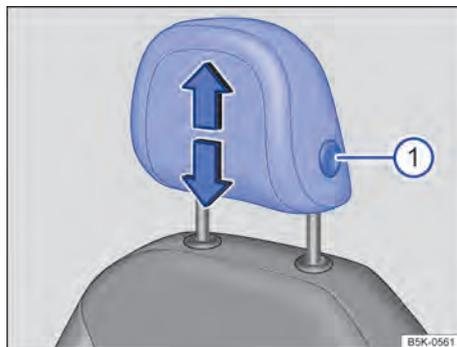

Fig. 86 Ajustar o apoio para cabeça dianteiro.
- Empurrar o apoio para cabeça para cima ou para baixo na direção da seta com o botão → Fig. 86 ① pressionado → ▲.